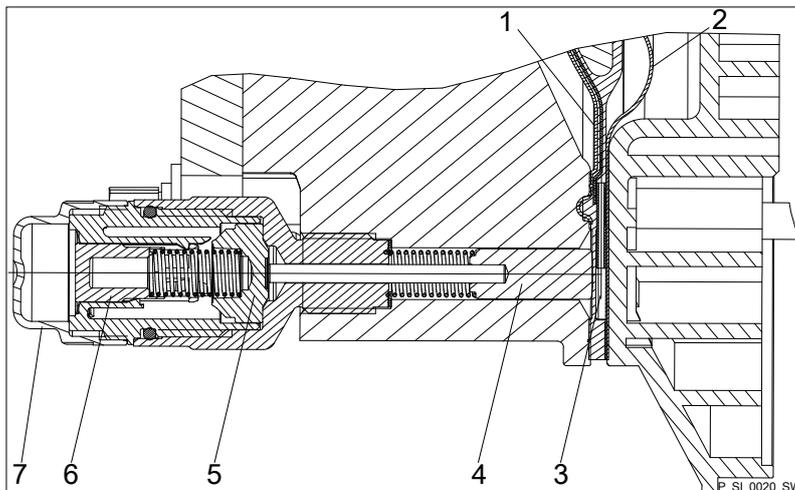

Fig. 37 : Vue en coupe de la signalisation de rupture de membrane Sigma (version « capteur visuel de rupture »)
2. Si le piston du capteur de rupture de la membrane – voir Fig. 37 , pos. 4 – devient humide ou encrassé, nettoyer le piston ainsi que l'orifice dans lequel il se déplace.